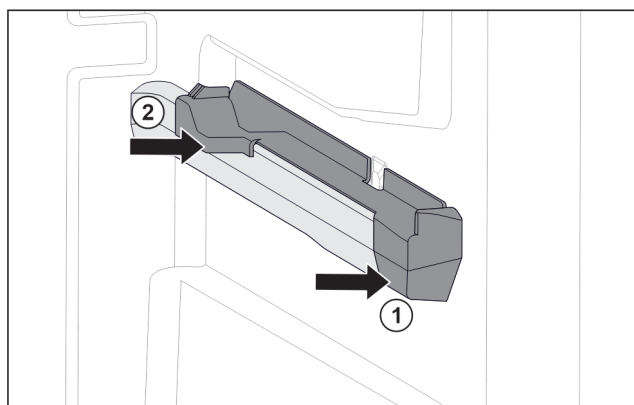

Fig. 84 Element nasadzany na prawym żebrze pojemnika
- ▶ Umieścić element nasadzony z przodu na żebrze pojemnika. Fig. 84 (1)
- ▶ Docisnąć element nasadzony z tyłu. Fig. 84 (2)